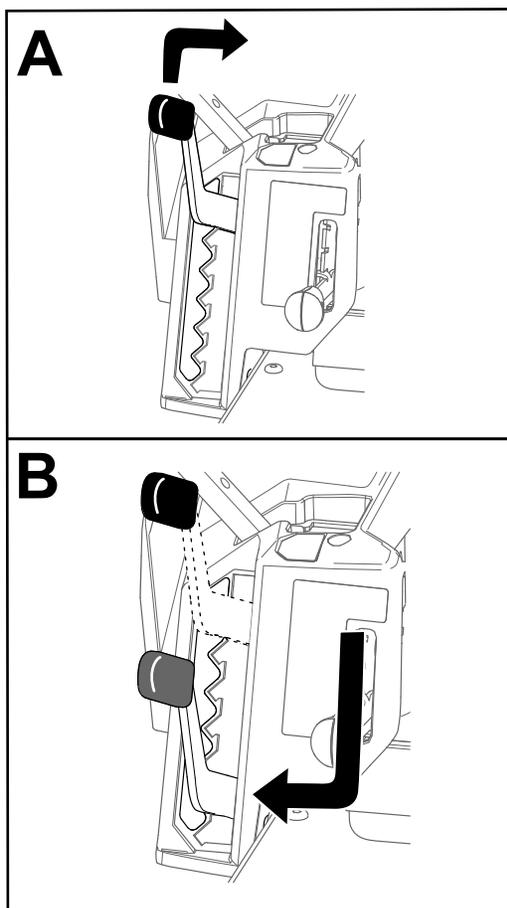

Figura 30
**Nota:** La posición de transporte es la posición de altura de corte más alta, 114 mm, según se muestra en la Figura 30.
Puede ajustar la altura de corte de 38 a 114 mm en incrementos de 13 mm. La altura de corte es controlada por la palanca situada a la derecha del puesto del operador (Figura 30).